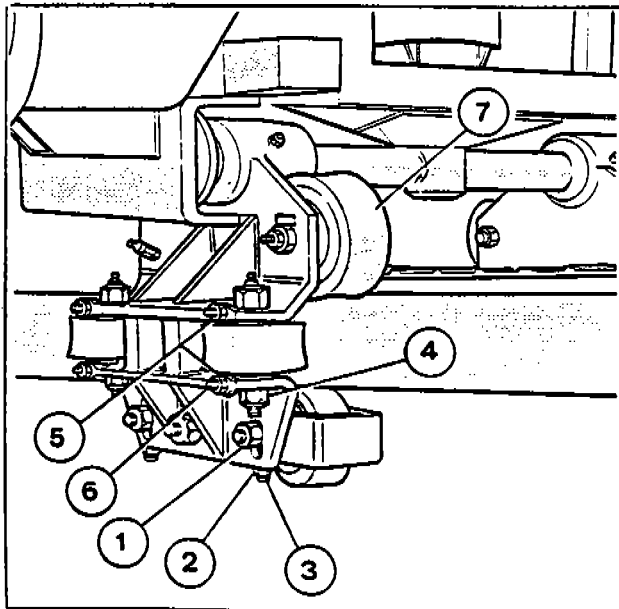

Fig. 48
- 1) Allentare i dadi e controdadi (1-2-Fig. 48).
- 2) Avvicinare o allontanare le ruotine inferiori agendo, in senso alternato, sulle viti (3-Fig. 48). Gioco 2 mm.
- 3) A regolazione avvenuta bloccare il controdado e dado (2-1-Fig. 48).
- 1) Allentare i dadi e controdati (4-5-Fig. 48).
- 2) Avvicinare o allontanare le ruotine laterali agendo, in senso alternato, sulle viti (6-Fig. 48).
Fare attenzione che il gioco venga ripartito nei due lati in uguale misura (1 + 1 mm) in modo che la ruota verticale superiore (7-Fig. 48) sia sempre in posizione centrale rispetto alla rotaia percorso.
- 3) A regolazione avvenuta bloccare il contro dado e il dado (5-4-Fig. 48).